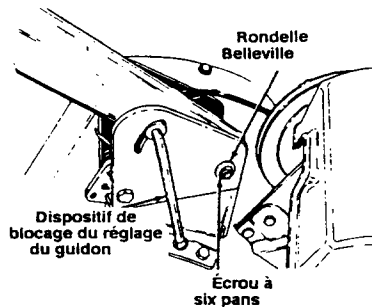

FIGURE 3
3. Faites passer l'axe de chape à travers la protection des dents et le guide de profondeur. Maintenez-le en place avec une goupille épingle. Voir la figure 3.
5. Attachez la base du guidon avec une rondelle Belleville (côté crénelé contre le support de pivotement) et un écrou à six pans sur le boulon hex.. Ne serrez pas encore. Voir la figure 3.
6. Faites passer le dispositif de blocage du réglage du guidon dans le support de pivotement du guidon et dans le guidon. Voir la figure 3. Vissez l'extrémité de la anivelle de réglage du guidon dans l'écrou à épaulement.